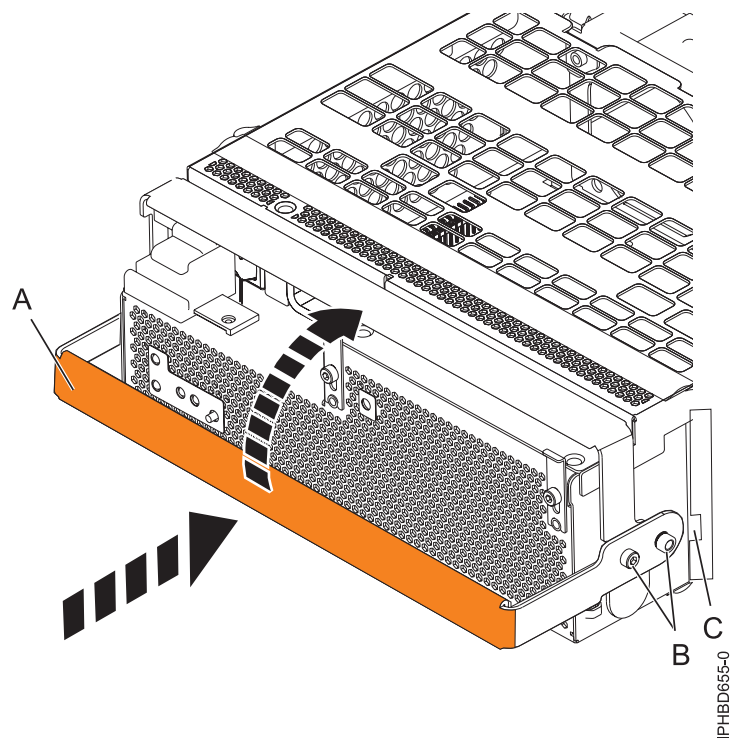

Figura 92. Sustitución de una fuente de alimentación
11. Para sustituir la fuente de alimentación, con el asa de bloqueo (A) en posición abierta, empuje la fuente de alimentación hacia la unidad de expansión, según se muestra en Figura 92 en la página 141.
12. Cierre el asa de bloqueo (A) hasta que la fuente de alimentación quede bloqueada en su sitio.